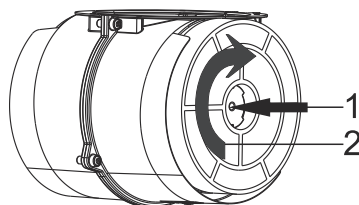

Fig. 5: KUL1 / KUL2)
- 1. Sæt kulfilterne med de hule sider ind mod motorens overflade(r) (Fig. 5).
- 2. Kulfilteret skal nu med urets retning "skrues" på motorens overflader (Fig. 5).